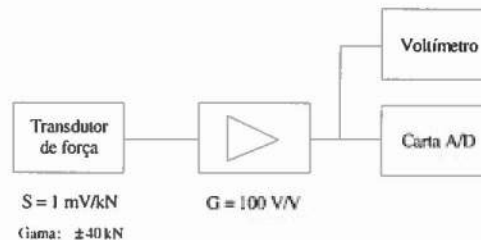

Figura 4
6. [3,5] Considere a cadeia de medição representada na figura 4, onde S é a sensibilidade do transdutor de força e G representa o ganho do amplificador.